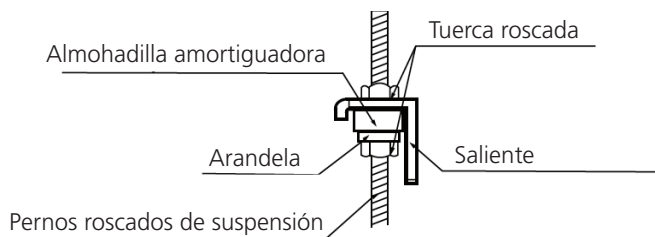

Fig. 3.11
10. Monte la unidad interior sobre los pernos roscados de suspensión utilizando una almohadilla amortiguadora. Coloque la unidad interior sobre una superficie plana utilizando un nivelador para evitar que se produzcan fugas. (Ver **Fig 3.11**).